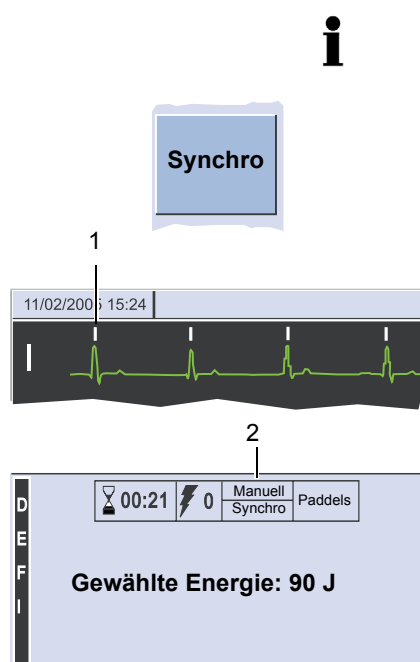

Abb. 6.7 Synchronisierte Defibrillation
- die Triggermarkierungen (1), Abb. 6.7 und der „Systolenblinker“ zu sehen sind.